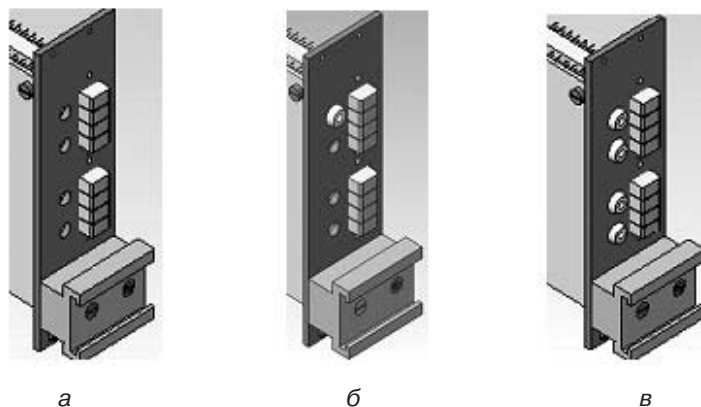

Рис. 3.59. Результаты добавления в сборку новых компонентов
26. Создание на ПП отверстий для установки второго переключателя и четырех гнезд контроля позволяет ускорить завершение создания 3D-модели модуля контроля. Добавьте в сборку второй переключатель. Внесите наименование компонента в дерево модели. Из меню **Операции** выберите команду **Сопряжение компонентов** ▶ **Соосность**. Укажите цилиндрические поверхности сопрягаемых отверстий на ПП и переключателе. Из меню **Операции** выберите команду **Сопряжение компонентов** ▶ **Совпадение**. Укажите вертикальные сопрягаемые грани у переключателя 1 и переключателя 2. После обработки заданных сопряжений получим результат, показанный на рис. 3.59, а. Зафиксируйте положение переключателя и удалите сопряжения, которые стали ненужными.
сопряжений получим результат, показанный на рис. 3.59, б. Зафиксируйте положение гнезда и удалите сопряжения, которые стали ненужными
28. Поочередно добавляйте в сборку еще три гнезда. Внесите наименования компонентов в дерево модели. Из меню **Операции** выберите команду **Сопряжение компонентов** ▶ **Соосность**. Укажите цилиндрические поверхности сопрягаемых отверстий у ПП и гнезда. Из меню **Операции** выберите команду **Сопряжение компонентов** ▶ **Совпадение**. Поочередно укажите лицевую грань каждого из устанавливаемых гнезд. После отработки заданных сопряжений получим результат, показанный на рис. 3.59, в. Зафиксируйте положение гнезд и удалите сопряжения, которые стали ненужными.